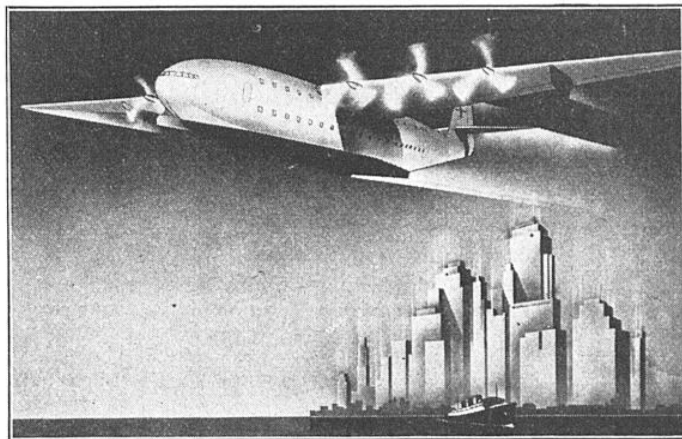

FIG. 4. — PROJET DU NOUVEL HYDRAVION AMÉRICAIN « BOEING » POUR 100 PASSAGERS
LA SCIENCE ET LA VIE a signalé (2) la concurrence qui se développe actuellement aux Etats-Unis dans le domaine de la construction aéronautique, notamment pour l'exploitation régulière des lignes transatlantiques. On sait que la *Consolidated Aircraft Corporation* envisage la construction d'un hydravion de 180 t pour 300 passagers pour une compagnie maritime concurrente des *Pan American Airways*. Voici, répondant aux exigences de cette dernière compagnie, le futur hydravion « Clipper » de la *Boeing Aircraft Company* prévu pour emporter 100 passagers par-dessus l'Atlantique-Nord. La maquette de cet appareil géant (fig. 4) prévoit de vastes aménagements pour tous les voyageurs aériens : salle à manger, bar, etc.
- (1) Voir *La Science et la Vie*, n° 254, page 125.
(2) Voir *La Science et la Vie*, n° 254, page 130.